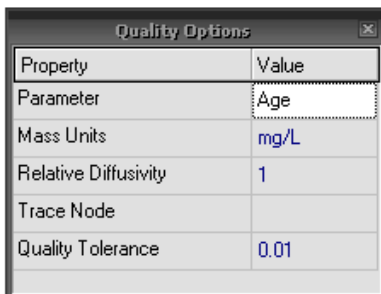
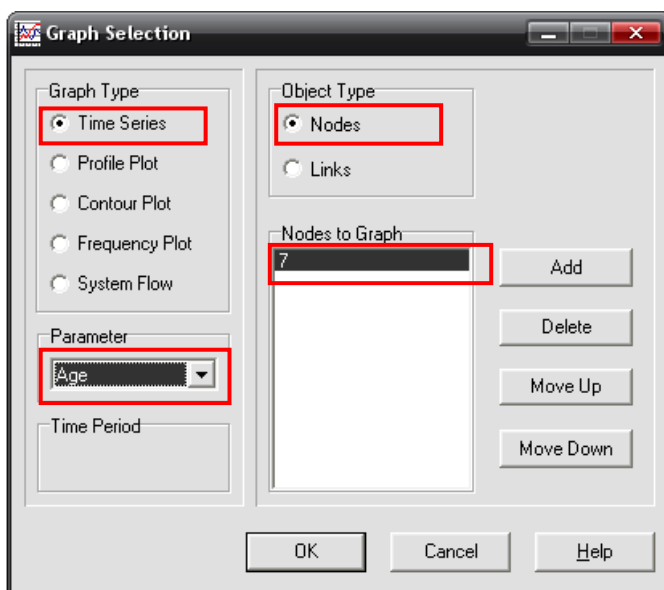
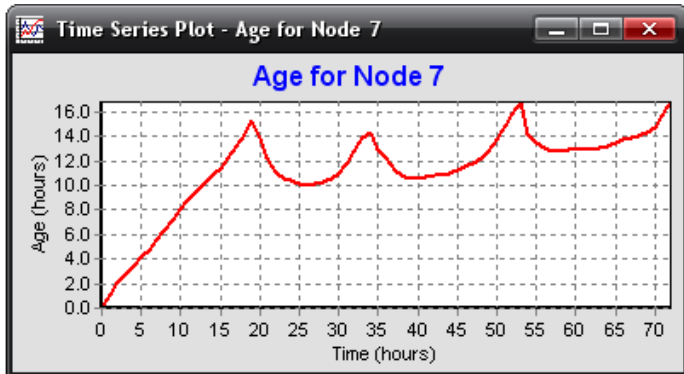

Рис. 5.3. Діалогове вікно параметрів якості
Рис. 5.4. Діалогове вікно налаштування параметрів графічного відображення результатів розрахунків (ділянки)
Рис. 5.5. Вік води в башті
2. *Виконаємо аналіз якості води.* Найпростіший спосіб включити аналіз якості води – відстежити зміну часу перебування води в мережі за часом. Потрібно зайти: **Browser** → **Data** → **Options** → **Quality** → **Edit**. У вікні **Quality Options** в полі **Parameter** вибрати **Age** (вік, тривалість перебування води в мережі) – рис. 5.3. Запустіть аналіз і виберіть **Age** як параметр перегляду карти. Створіть схему за допомогою часових рядів для визначення віку перебування води в башті (рис. 5.4, рис. 5.5).